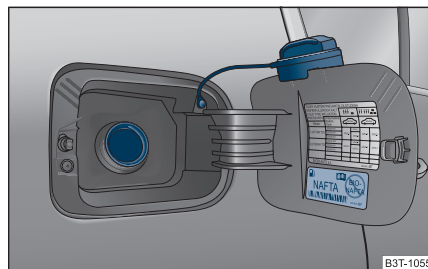

Fig. 199 Tapa del depósito con el tapón desenroscado
Hay diferentes clases de gasolina. Lea ⇒ página 275, “Datos técnicos” para saber qué tipo de gasolina necesita su vehículo. Puede encontrar la misma información también en su vehículo, en el lado interior de la tapa del depósito de combustible ⇒ página 224, fig. 199.
- Desenroscar hacia la izquierda el tapón de cierre del depósito y colocarlo por arriba en la tapa del depósito ⇒ fig. 199. ►